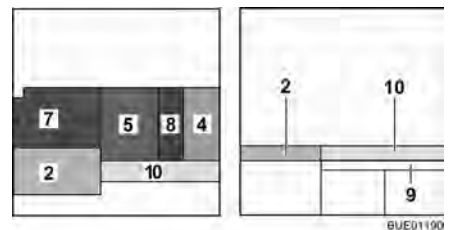

Fig. 117 Después de la transformación (equipamiento especial)
- Enganchar el ensanchamiento de cama (Fig. 117,9) en los alojamientos en los baúles-banco (equipamiento especial).
- Colocar el cojín adicional (Fig. 117,10) sobre el ensanchamiento de cama (equipamiento especial).